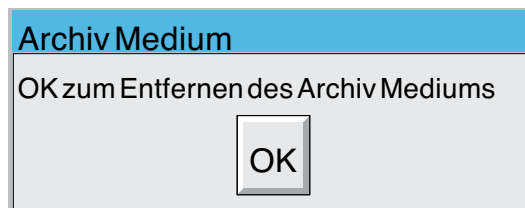

Abbildung 2.4.1b Meldung „OK zum Entfernen des Archiv Mediums“
3. Die Archivierung wird unterbrochen, der interne Magnetschalter öffnet und gibt die Klappe zum Öffnen frei. Auf dem Bildschirm erscheint die Meldung „OK zum Entfernen des Archiv Mediums“ (Abbildung 2.4.1b).
- b) Betätigen Sie nicht die „Löschen“ Taste (die Warnung verbleibt auf dem Bildschirm), wird die Archivierung nach Beenden des Archivs automatisch unterbrochen und die Klappe für 5 s entriegelt, damit Sie das Medium entfernen können. Die Meldung wechselt auf „OK zum Entfernen des Archiv Mediums“ (Abbildung 2.4.1b). Bei angeforderter Archivierung wird diese Meldung von der Meldung „Angeforderte Archivierung beendet“ überdeckt.